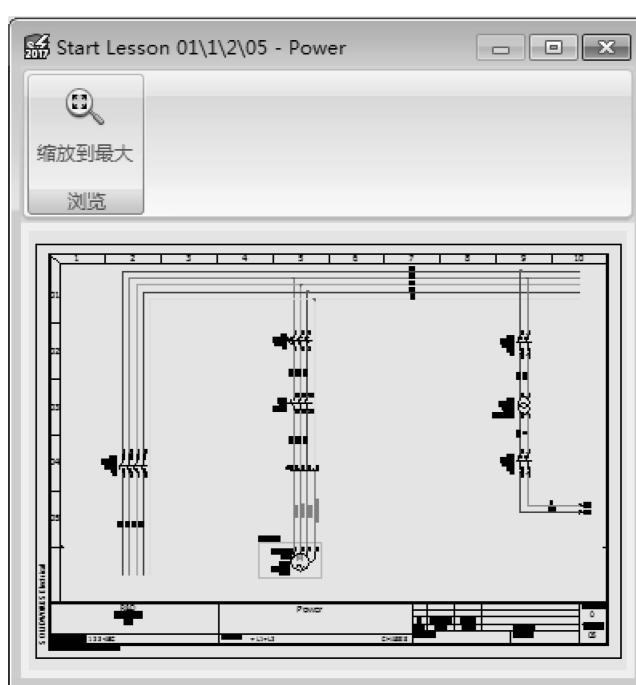

图 10-4 浏览页面
**步骤 3 浏览页面** 单击任务面板的【电气工程文档】，展开工程，文件集合文件夹 2-Scheme Design。双击【页面 05-Power】，打开为预览窗口，如图 10-4 所示。单击【关闭】隐藏窗口。